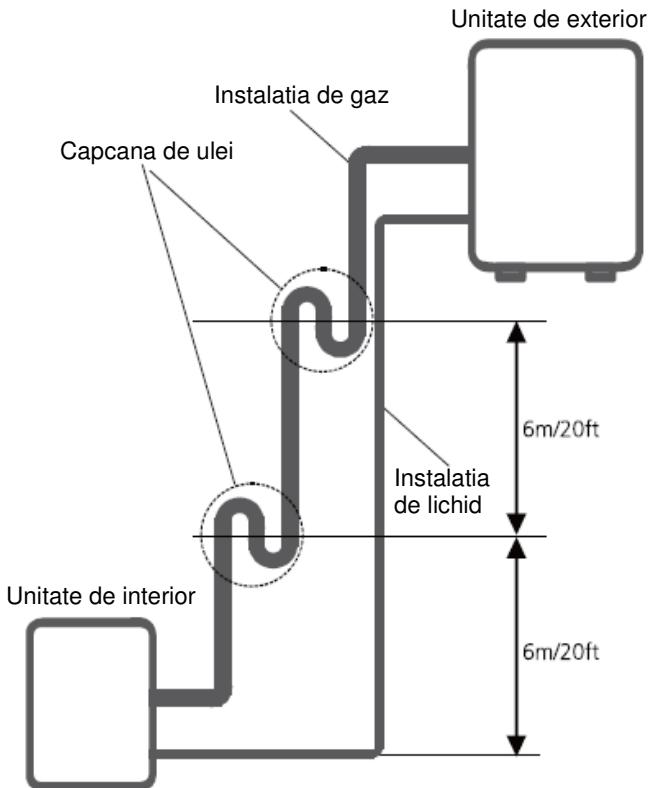

Fig. 7.3
- se recomanda ca conductele ascendente verticale sa nu fie prea mari. Returul corect al uleiului in compresor trebuie mentinut la viteza de aspirare a gazului. Daca viteza scade sub 7,62 m/s (1500 picioare pe minute), returul uleiului trebuie scazut. La fiecare 6 m (20 picioare) de pe conducta de aspiratie verticala trebuie montata o capcana de ulei. (consultati Fig. 7.3)